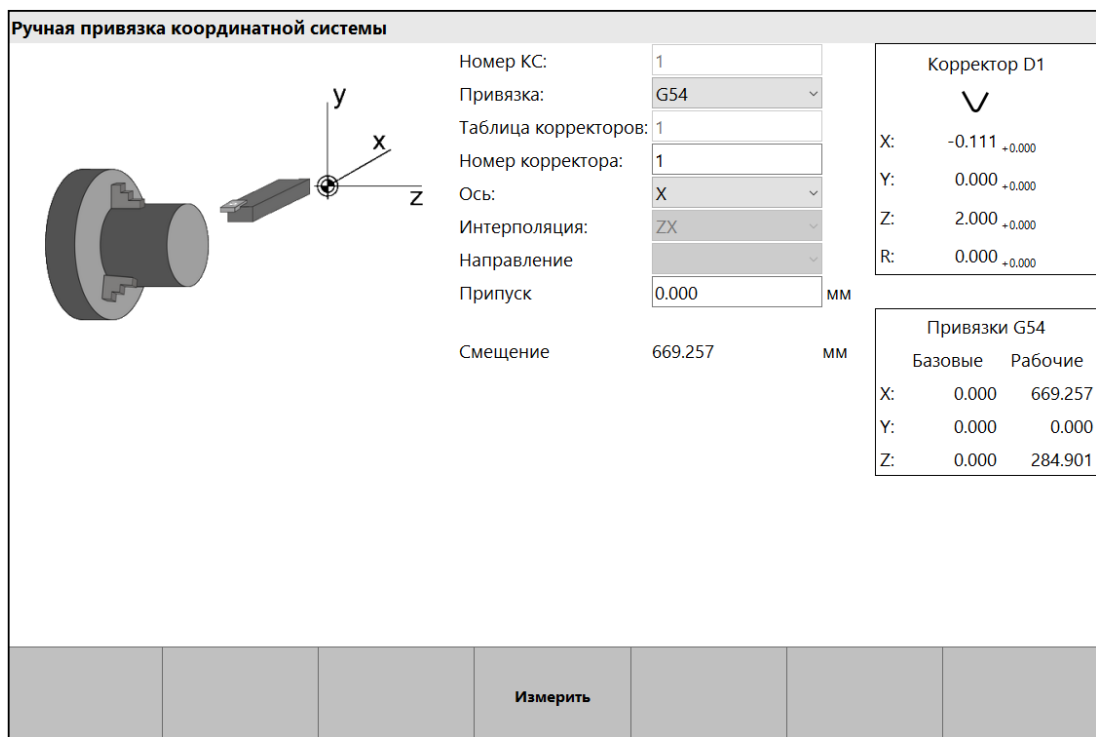

Рис. 2.9. Окно «Ручная привязка координатной системы» для токарной версии
3. В окне «Ручная привязка» (рис. 2.9 и 2.10), которое вызывается из окна «Привязки» клавишей **[F6]**.